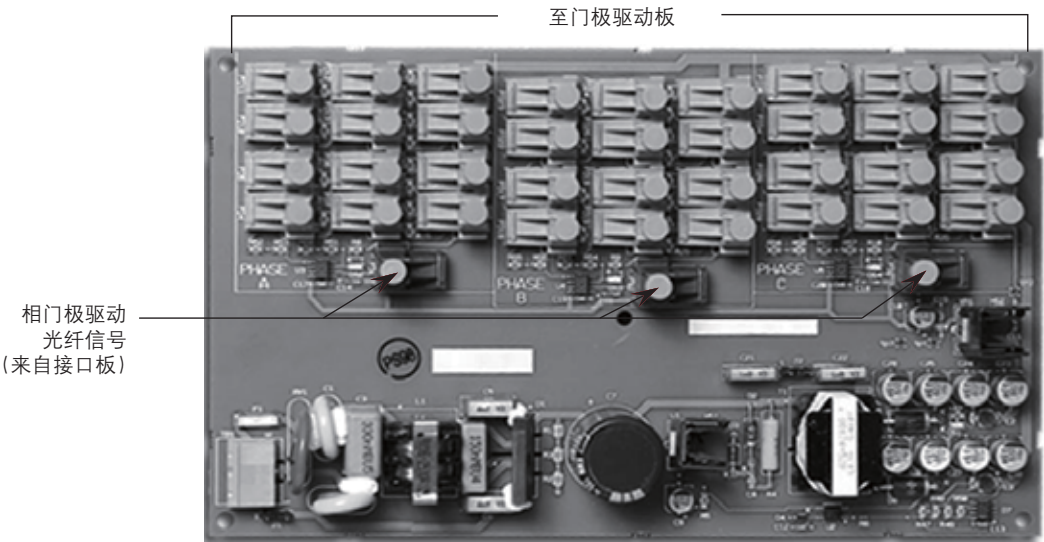

图 4.4 - 光纤多路复用器板
- 1) 使用光纤电缆（目录号 7703E-XXFOXX）将光纤接收器从门极驱动板连接到光纤多路复用器板（参见图 4.4 和 4.5）。确保每个电源相的门极驱动板都正确连接到光纤多路复用器板的相应端子上。注意，光纤电缆的最小弯曲半径至少为 45 mm (1.75 in.)。